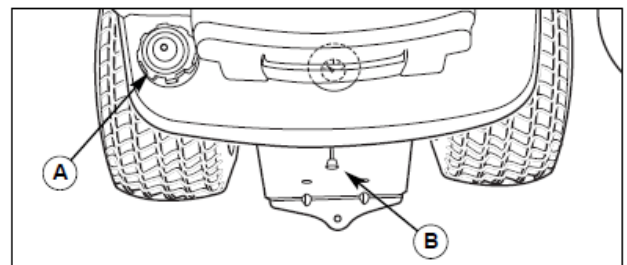

図4 トランスミッション リリース レバーと燃料タンク
1. 燃料キャップを外してください(図 4 の A)
2. トランスミッション開放レバー (図4のB) を押し込みながら下に下げて、リリース位置で固定します。